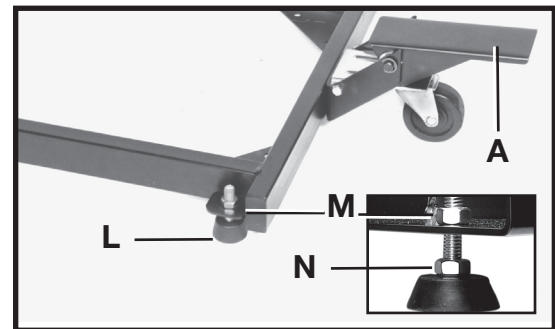

Fig. 6
3. La base mobile doit être au niveau de la surface du sol lorsque le levier de commande à pied (A), fig. 6, se trouve en position relevée. Les deux pieds en caoutchouc (un des pieds est illustré en [L], fig. 6) doivent être en contact avec la surface du sol. Pour relever ou descendre chaque pied en caoutchouc, desserrer l'écrou hexagonal (M) et tourner l'écrou (N), situé directement au-dessus du pied en caoutchouc, vers le haut ou le bas. Après avoir effectué le réglage, serrer l'écrou hexagonal (M).
IMPORTANT : relever le levier de commande à pied (A), fig. 6, et s'assurer qu'il est en position verrouillée avant de mettre la machine sur la base mobile.